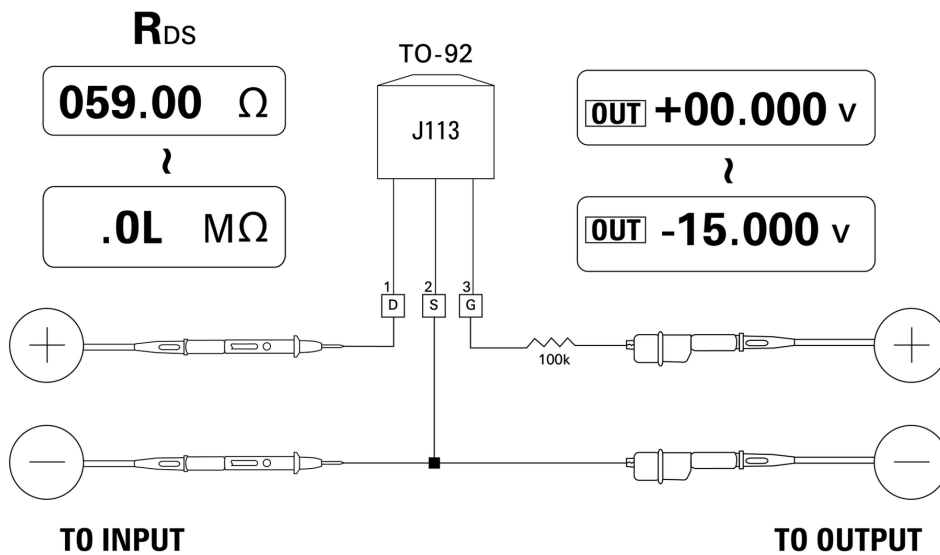

Abbildung 5-11 N-Kanal-JFET
- 4 Verringern Sie stufenweise die Spannungsausgabe von +00,000 V auf -15,000 V. Der R_{DS} -Wert steigt entsprechend (Abbildung 5-11 auf Seite 106).